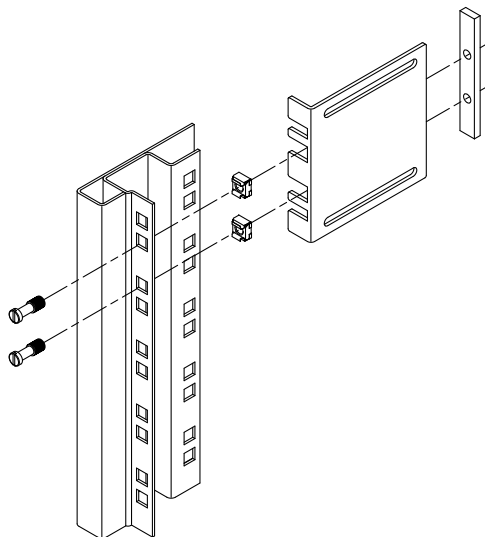

图 3-10 将托架固定到机架上
7. 根据您的需要上下调整好两个短托架在机架 *前端* 的位置，然后分别将它们垂直固定在机架前部（图 3-10）。
用两颗 M6 铜垫圈螺钉和两个 M6 锁紧螺母（视需要使用），以及一根螺纹条固定每个短托架（图 3-10）。
8. 根据您的需要上下调整好两个长托架在机架 *后端* 的位置，然后分别将它们垂直固定在机架后端（图 3-10）。